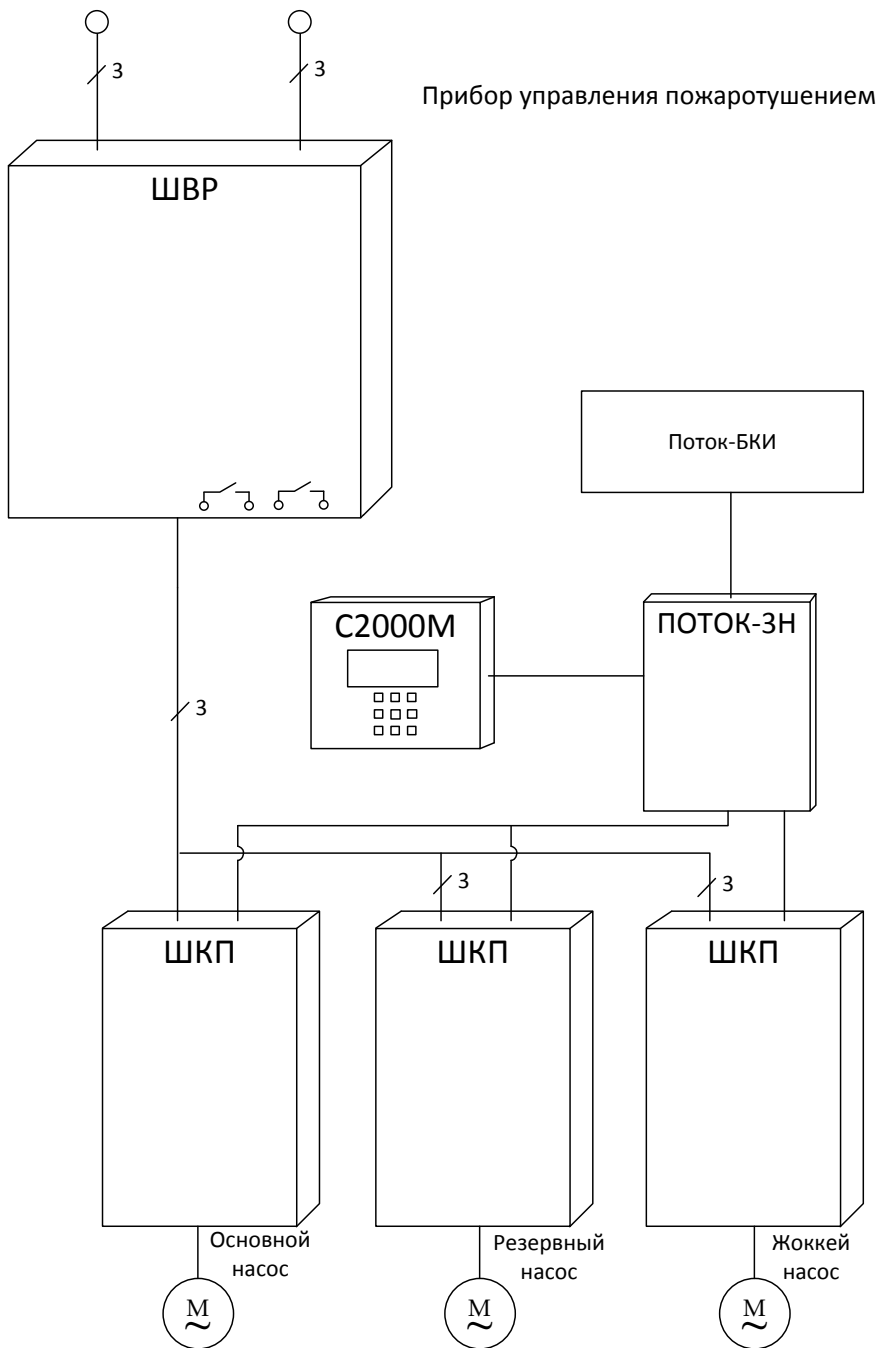

Рисунок 1. Схема питания ШКП в составе ППУ.
1.2.1 Питание ШКП и ППУ осуществляется от источника трёхфазной (однофазной в случае подключения однофазной нагрузки) сети переменного тока 380 (220) В. через шкаф ввода резерва «ШВР-30» (см. рис. 1), который имеет два ввода. «ШВР-30» обеспечивает автоматическое переключение с основного ввода на резервный при пропадании на основном вводе, и обратно.